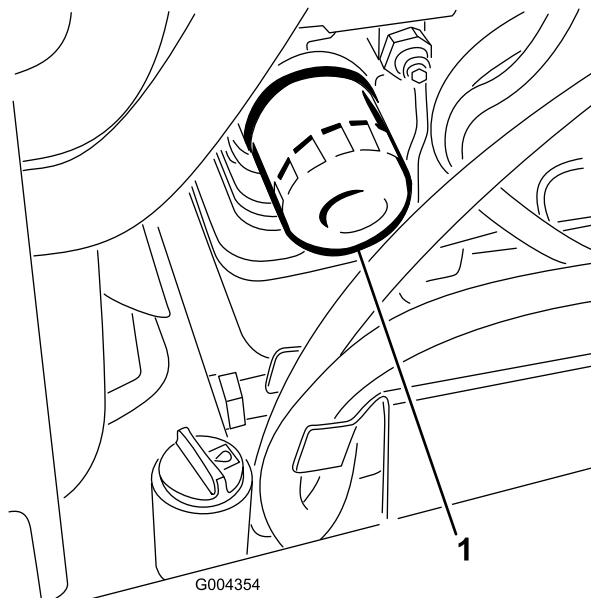

Рисунок 34
- Извлеките старый фильтр (Рисунок 34) и протрите поверхность прокладки переходника фильтра.